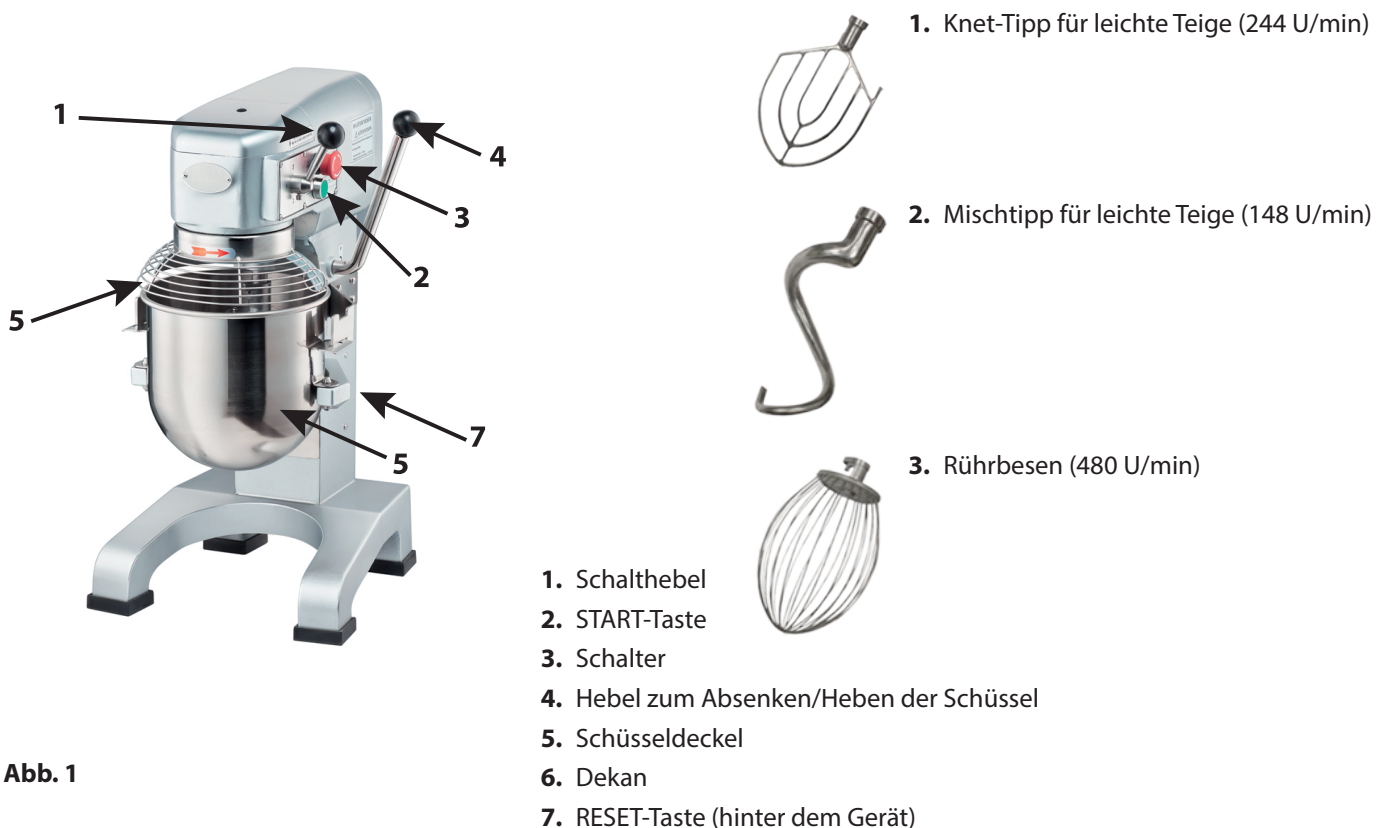

Abb. 1
4. Heben Sie die Schüssel mit dem Hebel (4 Abb. 1) so weit wie möglich an.
5. Schließen Sie den Behälterschutz (5 Abb. 1).